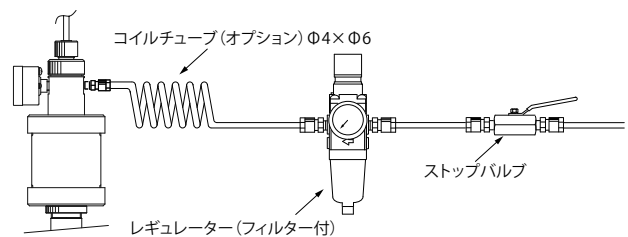

図4
- ・加圧型ホルダの近くに、レギュレータ (フィルタ付) を設け、UCF-301の加圧ホルダとの間をチューブ (Φ4×Φ6) で接続してください。【図4】参照